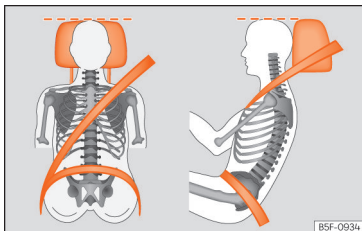

Fig. 16 Faixa do cinto de segurança e encosto de cabeça corretamente regulados.
- Ajuste o encosto de cabeça de modo a que o rebordo superior fique, na medida do possível, alinhado com a parte superior da cabeça, o mais próximo possível da altura dos olhos¹⁾ » » » **Página 94**. Mantenha a nuca o mais próximo possível do encosto de cabeça » » » **Fig. 16**.
- Ajuste longitudinalmente o banco, de modo a poder carregar a fundo nos pedais com os joelhos ligeiramente fletidos e a ficar uma distância entre a zona dos joelhos e o painel de instrumentos de pelo menos 10 cm (4 polegadas) » » » **Fig. 16**.